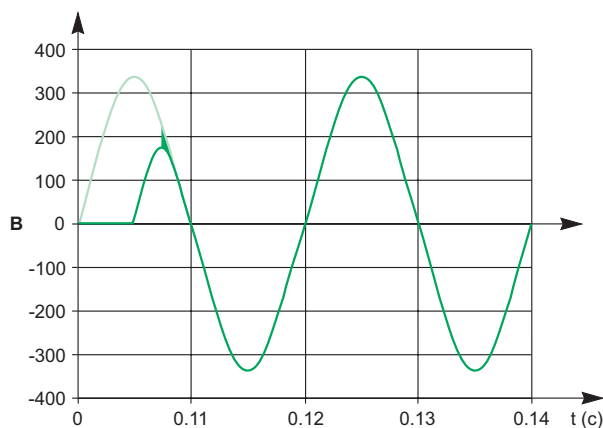

Рис. 11. Напряжение на зажимах включаемой секции и напряжение сети.
■ напряжение на зажимах включаемой секции и напряжение сети (рис.11).